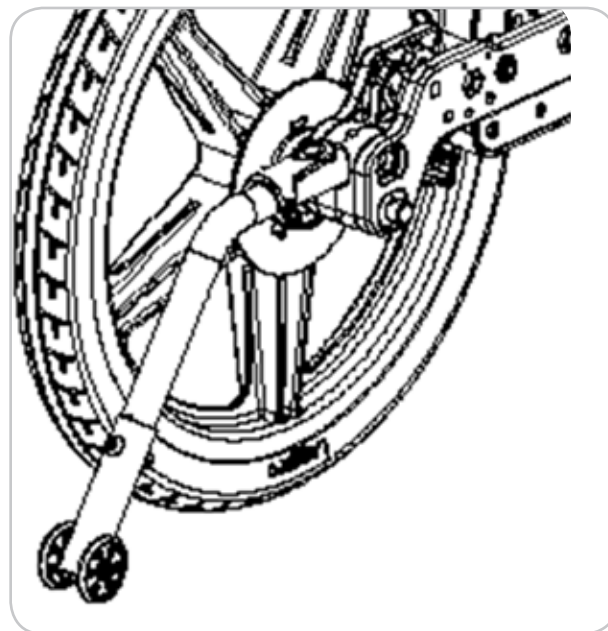

Figura 2
7. Montare le ruotine antiribaltamento, come mostrato in Figura 2